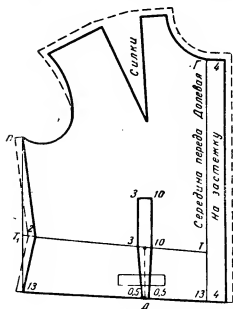

Рис. 276. Нанесение линий фасона блузки навыпуск
**Полочка.** При нанесении линий фасона блузки навыпуск (см. рис. 274) от точки Т и Т1 (рис. 276) вниз проводят вертикаль-